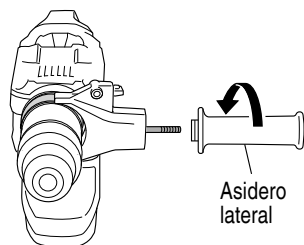

Fig. 6
- (4) Ajuste la banda en una posición que resulte adecuada para la tarea, gire el asidero lateral para apretar la banda. Asegúrese de que la banda esté fijada de forma segura. (Fig. 6)